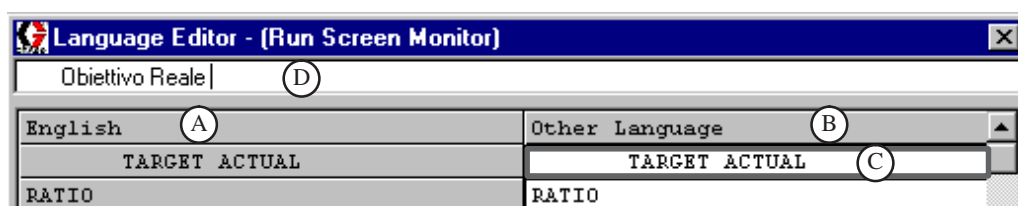

Fig. 13.62
2. Un écran éditeur de langue s'affichera. Voir Fig. 13.62. Il y a une colonne pour l'anglais (A), que l'on ne peut éditer, et une colonne pour "Other language" (Autre langue) (B).
3. Dans la colonne Autre langue, sélectionner le texte que l'on veut changer (C). Le texte choisi apparaîtra dans la barre de texte (D).